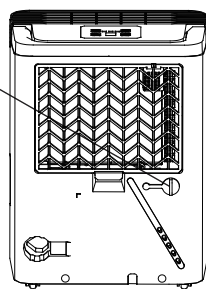

Figure 8
- Retirez le bouchon en caoutchouc de la sortie du tuyau de décharge arrière. Fixez un tuyau de décharge (DI = 13,5 mm) et amenez-le au siphon de sol ou à une installation de drainage appropriée (voir les Figures 8 et 9).